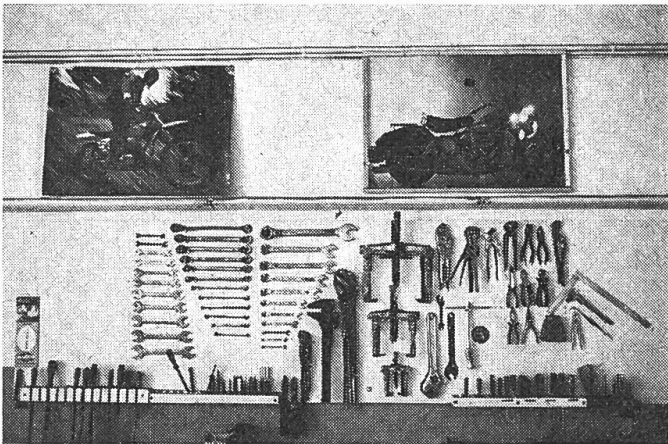

Abb. 15
- 4.1 Die **Werkzeugwand** über der Werkbank evtl. mit aufgemalten Symbolen der Werkzeuge (Abb. 15). Diese Art der Aufbewahrung bietet die beste Uebersicht über den Werkzeugbestand. Fehlende